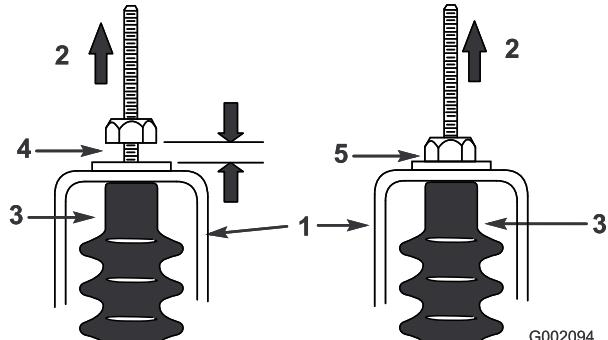

Рисунок 36
- Потяните вверх каждый трос переключения передач, чтобы убедиться в наличии зазора 0,03-0,06 дюйма между гайкой/шайбой и кронштейном нейтрали (Рисунок 36). Если нет зазора, отрегулируйте гайки, чтобы получить зазор 0,03-0,06 дюйма.